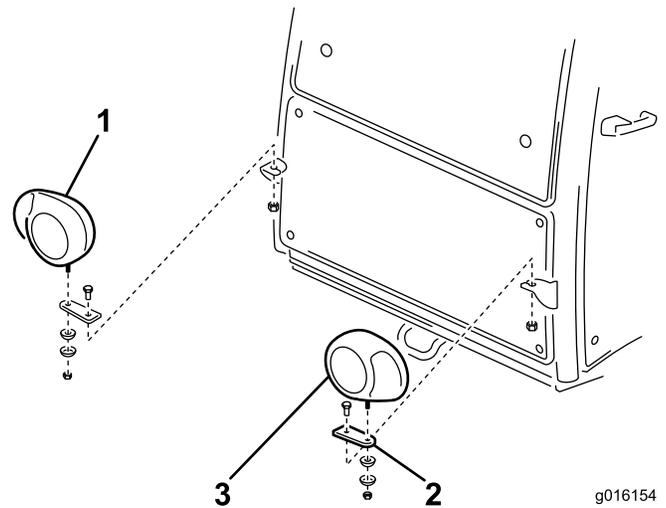

Figura 6
1. Assicurate le staffe dei fari alle staffe presenti nella parte anteriore della cabina con delle viti (1/2 x 3 poll.) e dei dadi di bloccaggio (1/2 poll.). Collocate le staffe come illustrato nella Figura 6.
2. Assicurate i gruppi faro dx e sx alle staffe dei fari (Figura 6) con gli elementi di fissaggio forniti con le luci. Accertatevi che il vetro dell'indicatore di direzione del faro sia orientato verso l'esterno della macchina.